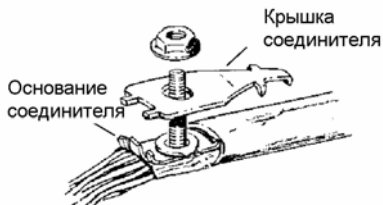

Рис. 4.5. Установка верхней части экранного соединителя.
4.1.5. Надеть верхнюю крышку соединителя и стянуть обе части гайкой (рис. 4.5.).